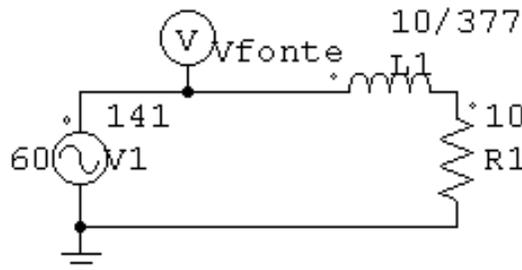

Figura 1: Circuito a ser simulado
- Montar o circuito da Figura 1 na tela do PC arrastando os componentes da barra localizada na parte inferior da tela e interligando-os com o “lápis” que é acionado através da tecla , atribuindo-lhes os valores acima listados. Use também o apontador  para sair do “lápis” e selecionar componentes. Não esqueça de definir um ponto de terra que será tomado como referência, com potencial nulo;